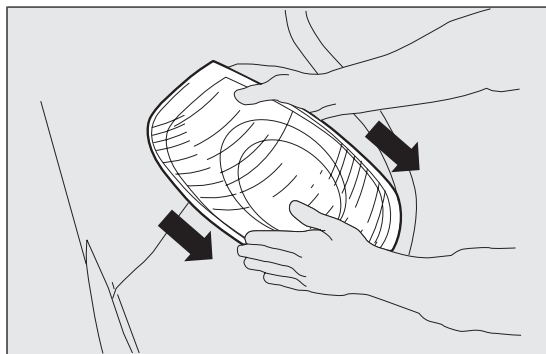

fig. 166
- ☐ estrarre il gruppo ottico sfilandolo con entrambe le mani nel senso indicato dalle frecce fig. 166;